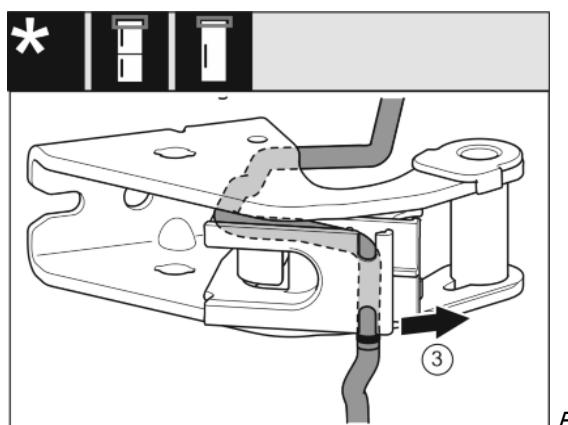

Fig. 22
- Kabel aus der Führung lösen. Fig. 22 (3)